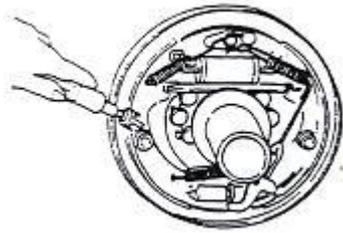

Рисунок 2-13
(3) Снимите крепежную пружину с главной тормозной колодки. См. Рис. 2-13